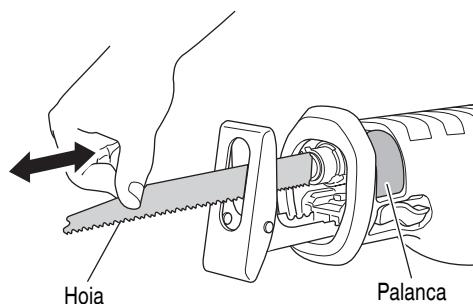

Fig. 4
- (3) Cuando suelte la palanca, la fuerza del resorte hará que el manguito del sujetador vuelva automáticamente a la posición correcta. No hay necesidad de asegurar el manguito del sujetador en este momento.
- (4) Con la mano, tire de la hoja de sierra hacia atrás dos o tres veces y verifique que la hoja esté firmemente instalada. (Fig. 4)